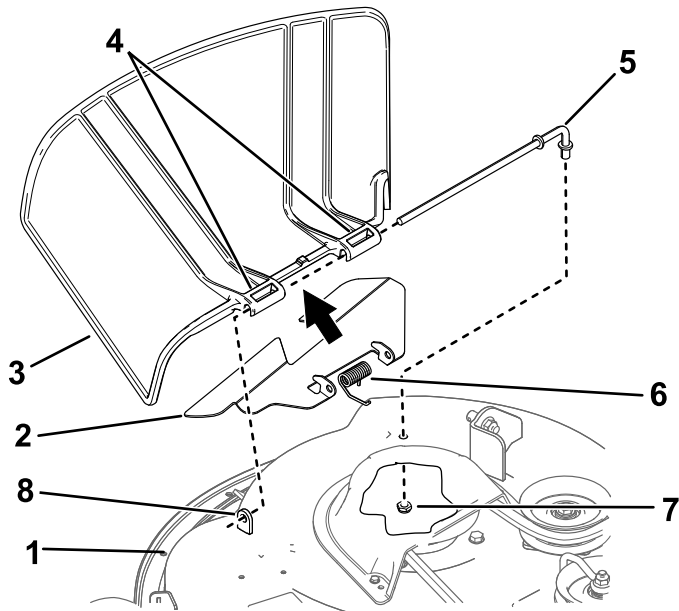

Figura 74
- Îndepărtați piulița ( $\frac{3}{8}$ ") de la tija de sub mâna de tuns iarba (Figura 74).
2. Glisai tija în afara distanierului scurt, arcului i a deflectorului pentru iarbă (Figura 74).
4. Montați deflectorul pentru iarbă nou (Figura 74).
7. Glisai tija prin cel de-al doilea pivot al deflectorului pentru iarbă (Figura 74).
9. Fixați capătul din spate al tije la maina de tuns iarba cu o piuliță ( $\frac{3}{8}$ " ) aa cum se arată în Figura 74.